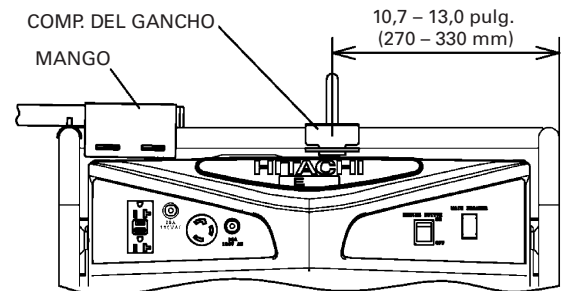

fig.5
1. Coloque el COMP. DEL GANCHO en el punto de equilibrio del generador según se muestra en la Fig. 5.